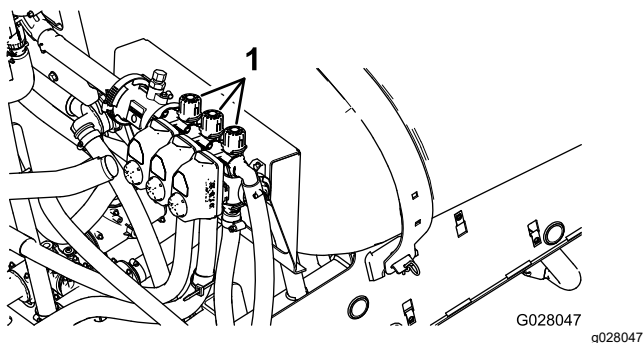

Figure 21
- Désactivez la section gauche et réglez le bouton de dérivation de section (Figure 21) jusqu'à ce que la pression indiquée corresponde à celle réglée précédemment (généralement 2,75 bar).
- Tournez le bouton de dérivation de la section droite (Figure 21) jusqu'à ce que la pression indiquée corresponde à celle réglée précédemment (généralement 2,75 bar).
- Réglez le bouton de dérivation de la section centrale (Figure 21) jusqu'à ce que la pression indiquée corresponde à celle réglée précédemment (généralement 2,75 bar).